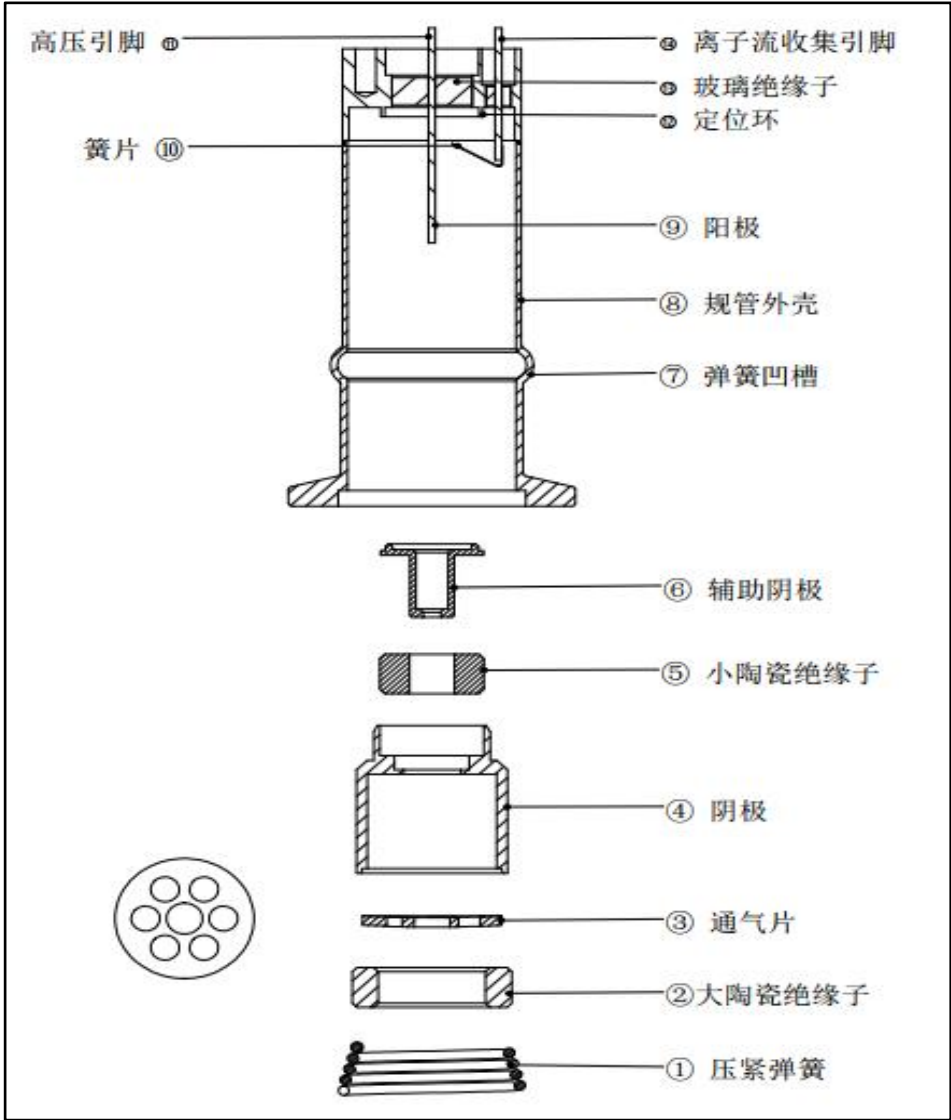
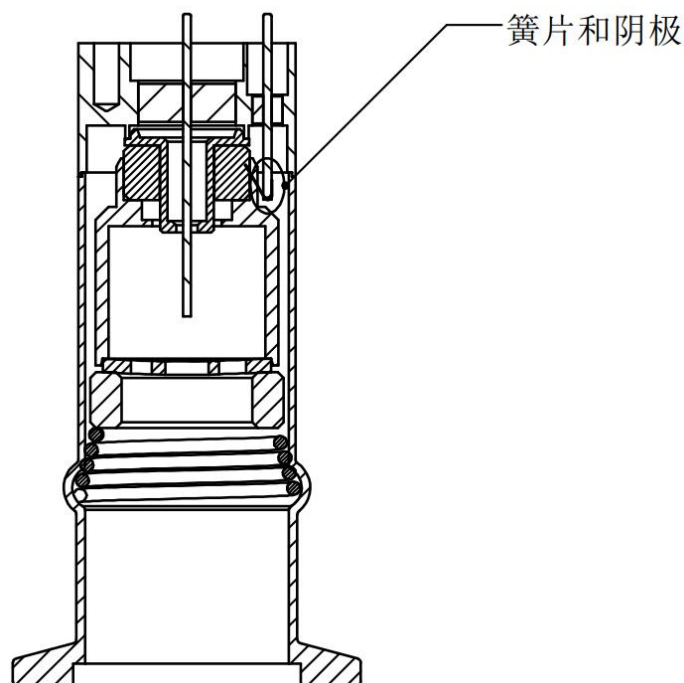

图 5-1:RBL-503C 传感器装配示意图
图 5-2:传感器内部的弹簧片和阴极
所需工具:清洁镊子、平嘴钳、尖嘴钳。在所有操作和清洁过程中都要戴橡胶手套。**拆卸及组装时，要避免镊子等工具损伤组件。**拆卸和清洗如图 5-1 所示，最终重新组装如图 5-2 所示。
- (1)使用十字螺丝刀拆下电子壳体顶部上的两个固定螺丝，将电子壳体整体拔出。
- (2)使用平嘴、尖嘴钳，抓住压紧弹簧尾部。
- (3)旋转并拉出压紧弹簧，使其脱离传感器。
- (4)小心地将传感器本体上的剩余部件拆下。
**注意:**拆卸或组装传感器时，不要弯曲离子流收集针、阳极和弹簧片(见图 5-2)。
- 2.将小陶瓷绝缘子套到辅助阴极的小端上。检查簧片是否会接触到阴极的底部，如图 5-2 所示。如果没有，取下小陶瓷绝缘子和辅助阴极，用镊子轻轻弯曲簧片朝向阳极，然后再重新安装辅助阴极和小陶瓷绝缘子。
- 3.将阴极、通气片和大陶瓷绝缘子安装到位。通气片具有凹形。请参见图 5-2 中所示，以了解其安装方向。